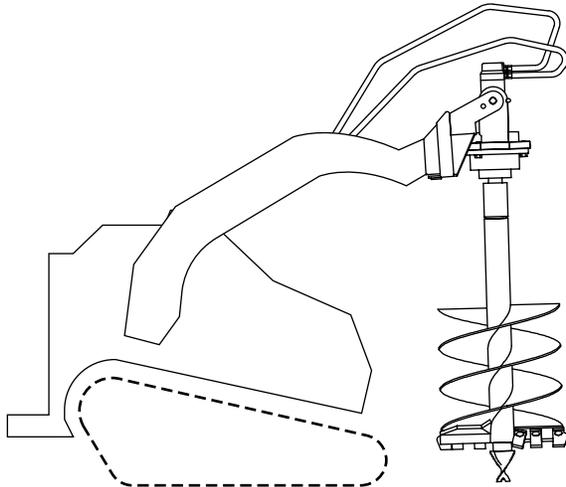

Figure 8
1. Levez la tarière au-dessus du sol à la verticale (Figure 8).